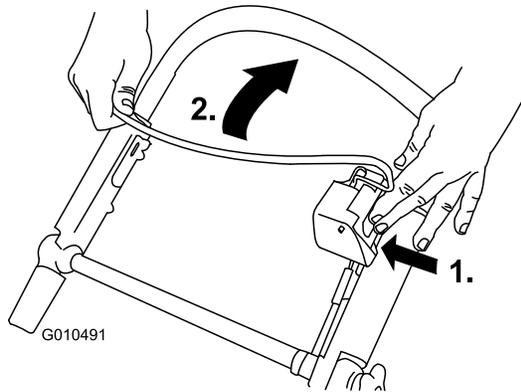

Bild 22
1. Drücken Sie auf den Messerschaltknopf und ziehen Sie den Schaltbügel zum Bügel (Bild 22).